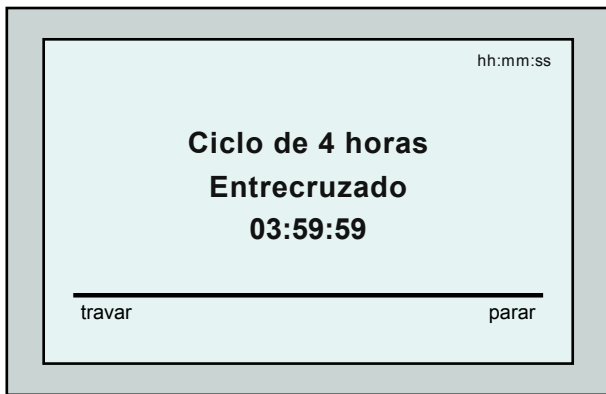
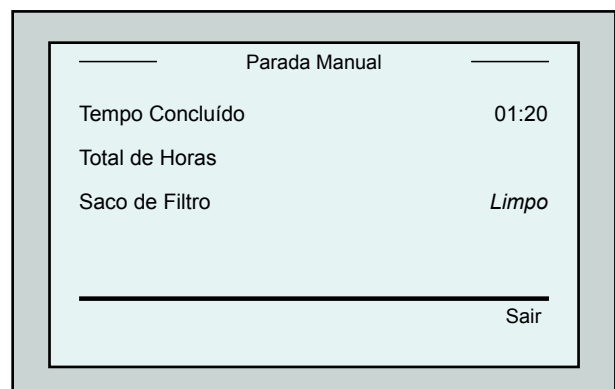

Figura 4: Ecrã Countdown para sessão de 4 horas
Figura 5: Ecrã Parada Manual
- Pressione **Start** (Iniciar). A sessão de limpeza é iniciada e são utilizadas as configurações de fábrica. Para alterar os parâmetros consulte **Configurando Perfis Adicionais da Piscina** na página 105. O robô começa seu ciclo de limpeza e o MMI exhibe o ecrã Contagem Regressiva (Figura 4):
No ecrã *Contagem Regressiva*, pressione **Travar** (Figura 4).
- A partir do ecrã *Contagem Regressiva* (Figura 4), pressione Parar. O ecrã do MMI exhibe a mensagem: Stopping robot – please wait (Parando o robô. Aguarde.). Após 5 segundos, o ecrã *Parada Manual* é exibido (Figura 5).